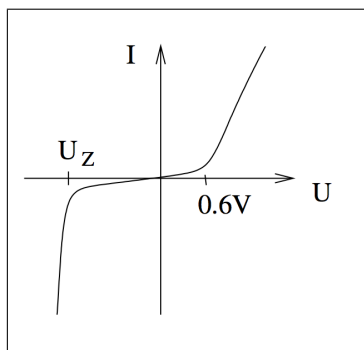

Abbildung 4.16: Diodenkennlinie
- Der Sperrstrom ist höher als von der Dotierung erwartet und etwas Spannungsabhängig. Das liegt an der thermischen Erzeugung von Elektronen-Lochpaaren im Sperrbereich und nimmt mit der Sperrschichtdicke zu. Bei sehr grossen Vorwärtsströmen beginnt sich das Halbleitermaterial wie ein ohm'scher Widerstand zu verhalten. Bei grossen Sperrspannungen bricht die Sperrschicht zusammen und die Diode wird schnell leitend. Die Diodenkennlinie ist in Abb. 4.16 dargestellt.